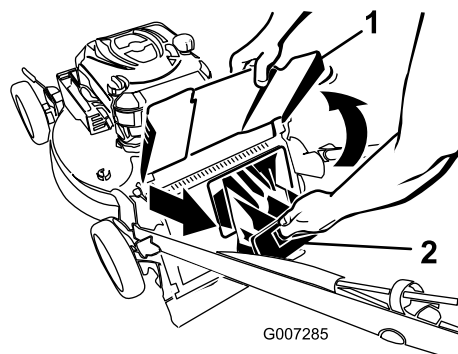

Figura 32
1. Levante y sujete el deflector de descarga (Figura 32).